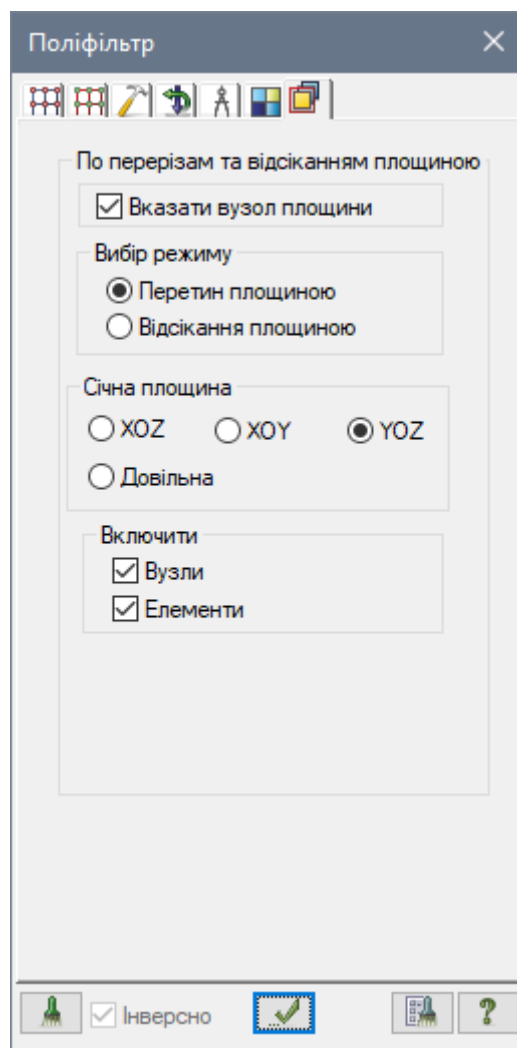

Рис. 4.18. Діалогове вікно ПоліФільтр (вкладка Перерізи та відсікання)
- В діалоговому вікні **Поліфільтр** перейдіть на останню закладку **Перерізи та відсікання** (рис. 4.18).